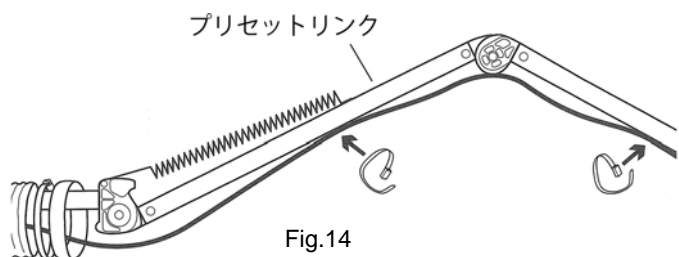

Fig. 14
9) プリセットリンクに付属の結束バンドで、ケーブルを固定してください。(Fig. 14)